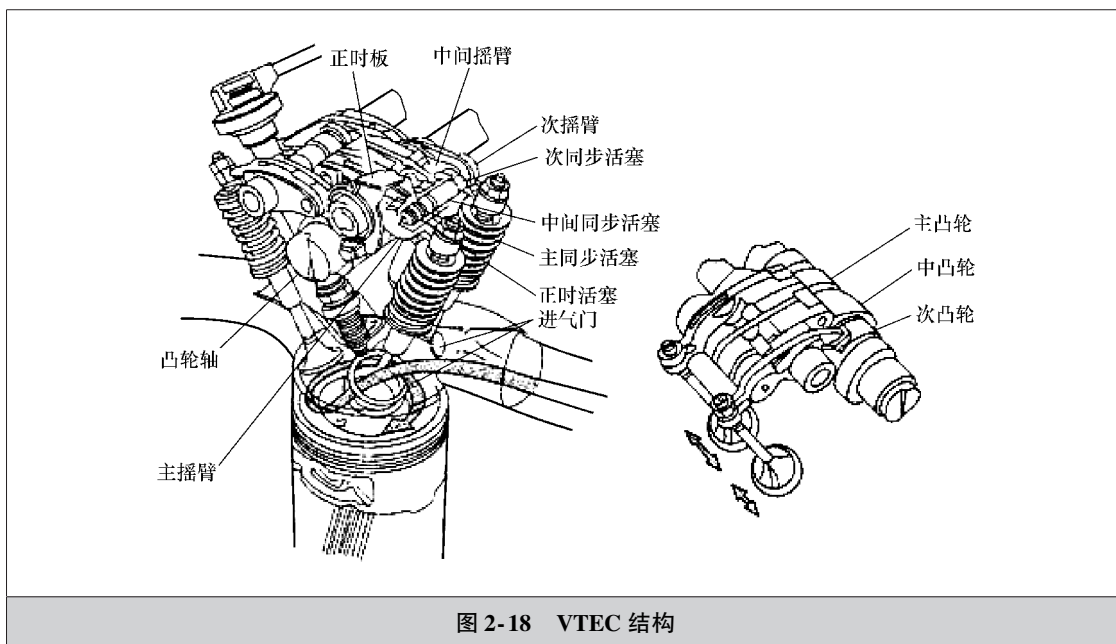
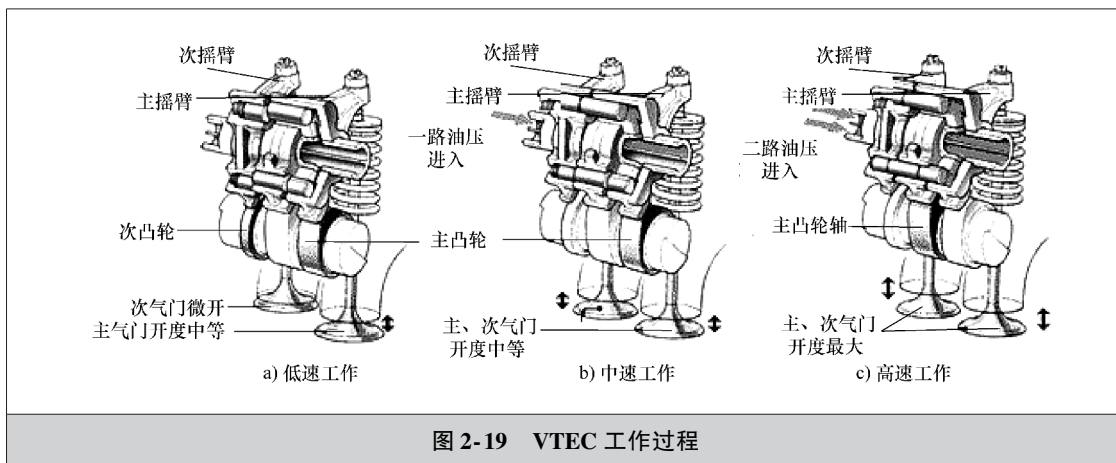

图 2-18 VTEC 结构
图 2-19 VTEC 工作过程
(1) VTEC 定义 本田 VTEC (Variable Valve Timing & Lift Electronic Control System) 即电子控制可变气门正时控制系统。当改变气门升程时, 气门正时与气门重叠角随之改变。
(2) VTEC 结构与工作原理 VTEC 主要由凸轮轴、主摇臂、中间摇臂、次摇臂、主同步活塞、中间同步活塞、次同步活塞等部件组成, 如图 2-18 所示。VTEC 工作原理及过程如图 2-19 所示。普通的发动机配气相位和气门升程固定不变, 无法适应不同转速下发动机对进排气相位的需求, 而采用 VTEC 系统, 无论是高转速还是低转速, 发动机都能获得最佳